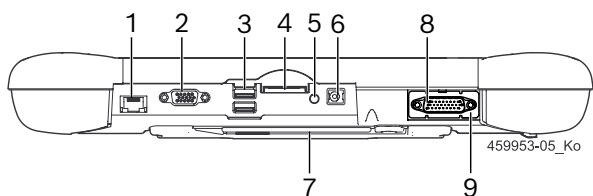

Fig. 2: Vista de interfaces del producto KTS 350
1. Enchufar el cable de conexión OBD al producto KTS 350 (fig. 2, pos. 8) y al vehículo en la interfaz OBD.